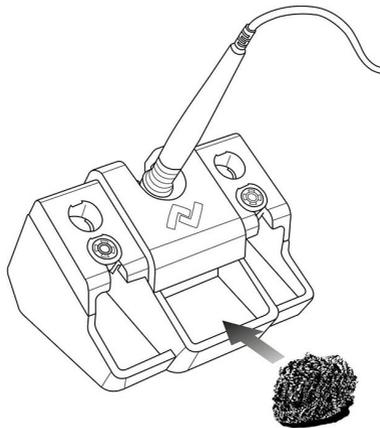

Abb. 8: Richtige Ablageposition LötKolben und Positionierung des Trockenreinigers
- e) Abb. 8 links: Den Stecker des Lötkolbens [1] in die Lötkolbenbuchse der Lötstation [2] einstecken. Dabei die Verdrehsicherung des Steckers an der unteren Aussparung der Buchse ausrichten, siehe Pfeil.
- f) Abb. 8 rechts: Die Aussparung der Überwurfmutter am Lötkolbenstecker [3] nach oben ausrichten. Dann die Überwurfmutter [4] mit Druck auf den Stecker schieben und mit einer 90°-Drehung im Uhrzeigersinn verriegeln.